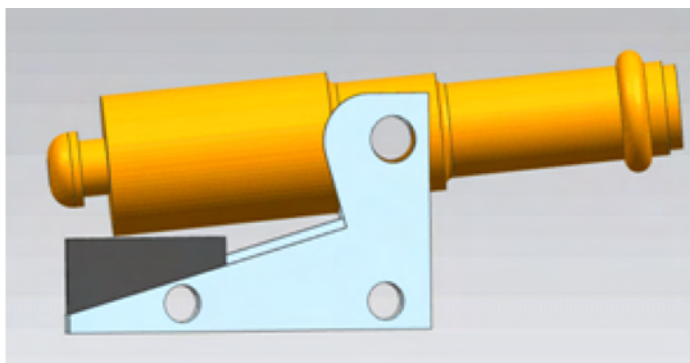
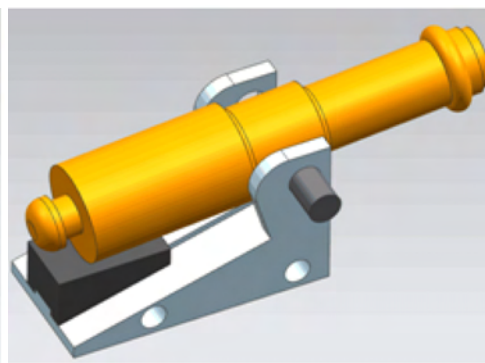

图2.52 古炮筒与底座
图2.53 轻轻敲入炮筒轴
(3) 按图2.52、图 2.53 所示，将古炮筒装在底座上，使古炮筒上的孔与底座上的孔相对应，将炮筒轴用铜棒轻轻敲入，使古炮筒与底座连接。